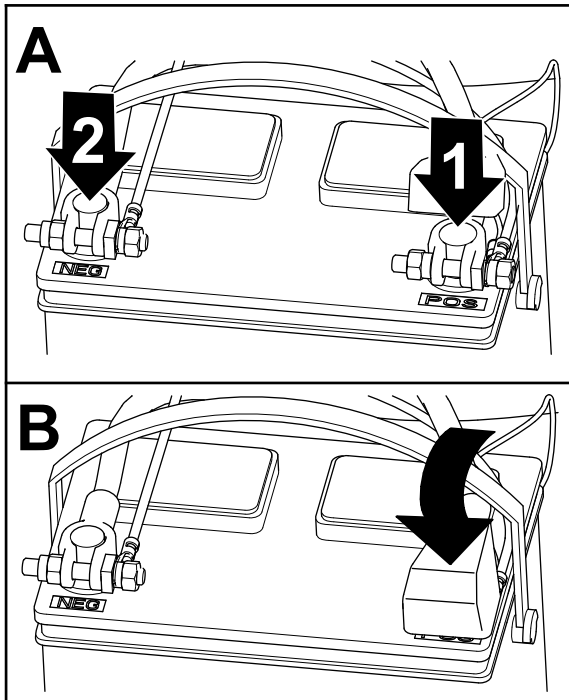

Figura 23
1. Conecte el cable positivo a la batería y apriete la tuerca de pinza de la batería (Figura 23).
2. Conecte el cable negativo a la batería y apriete la tuerca de pinza de la batería (Figura 23).
3. Monte el aislante sobre el terminal positivo de la batería (Figura 23).